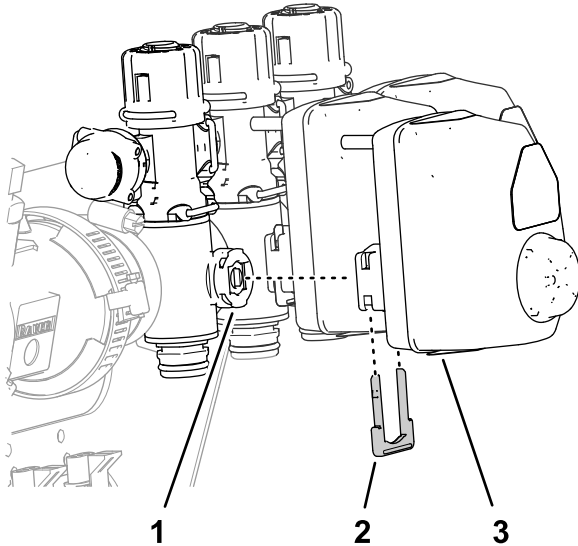

Figura 64
1. Retire las 3 horquillas de retención que sujetan los 3 actuadores de válvula a las válvulas de sección izquierda, central y derecha (Figura 64).
2. Retire los actuadores de válvula de las válvulas de sección izquierda, central y derecha (Figura 64).
10. Monte los 3 actuadores de válvula en las válvulas de sección izquierda, central y derecha (Figura 64) con las horquillas de retención que retiró en el paso 1.